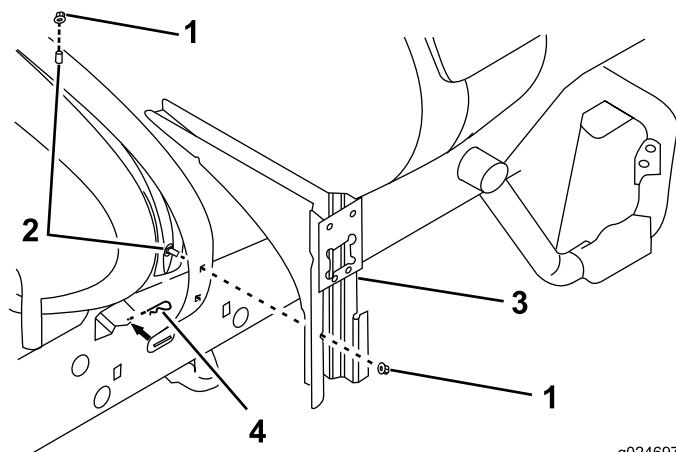

Figure 10
4. Au moyen de 2 écrous à embase, fixez le support de vanne aux boulons de carrosserie montés précédemment (Figure 10).
2. Installez 2 boulons de carrosserie sur la sangle de réservoir droite (Figure 10).